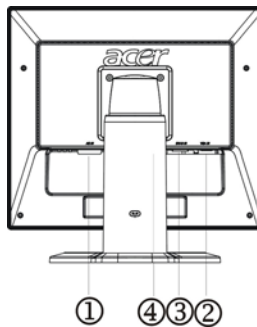

Abb. 2 Anschließen der Kabel
2. Um den Bildschirm zu drehen, heben Sie bitte zuerst den Bildschirm bis zur höchsten Position wie in der Abbildung 2 angezeigt.